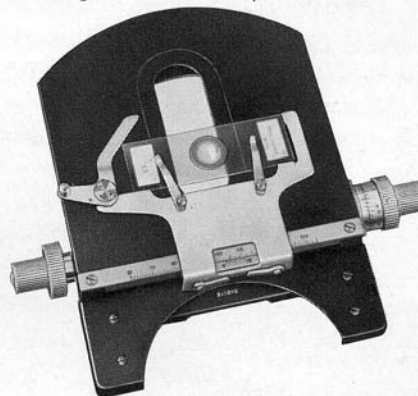

Bild 12
4.3 Großer viereckiger Kreutztisch (Bild 12)